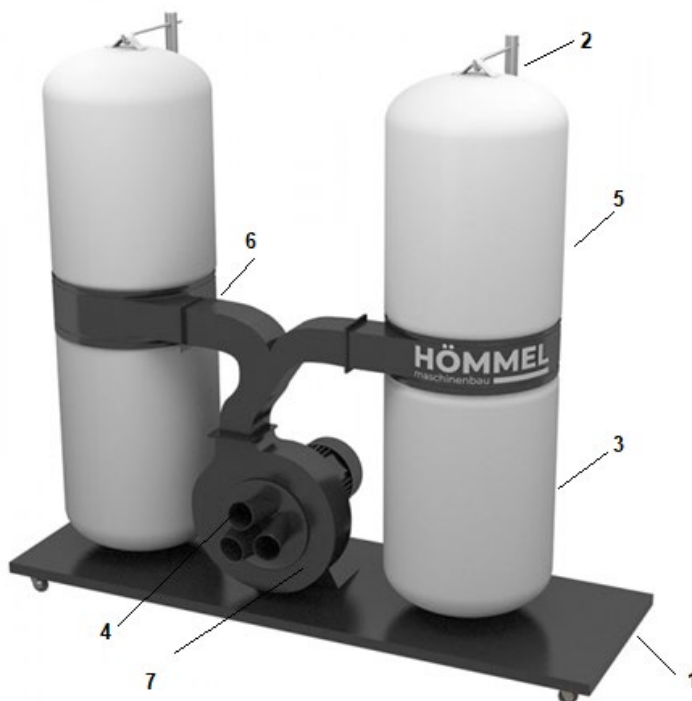

Рис. 1 Общий вид
4.1.1 Общий вид агрегата представлен на Рис. 1.